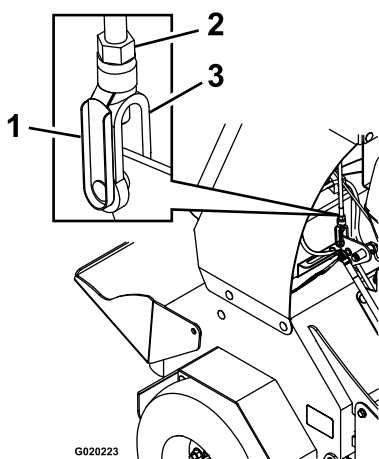

Figure 62
- B. Retirez l'axe élastique de la chape sur la timonerie de commande de déplacement (Figure 62).
- F. Retirez l'axe de chape élastique, tournez le tendeur dans le sens horaire d'un tour supplémentaire, puis remettez l'axe de chape en place (Figure 62).
- Si le levier de commande **touche la barre de référence**, tournez la chape (Figure 62) dans le sens horaire (vu du haut de la machine).
- Si le levier de commande **ne touche pas la barre de référence**, tournez la chape (Figure 62) dans le sens antihoraire.
- D. Reposez l'axe de chape élastique (Figure 62) et avancez le levier de commande.